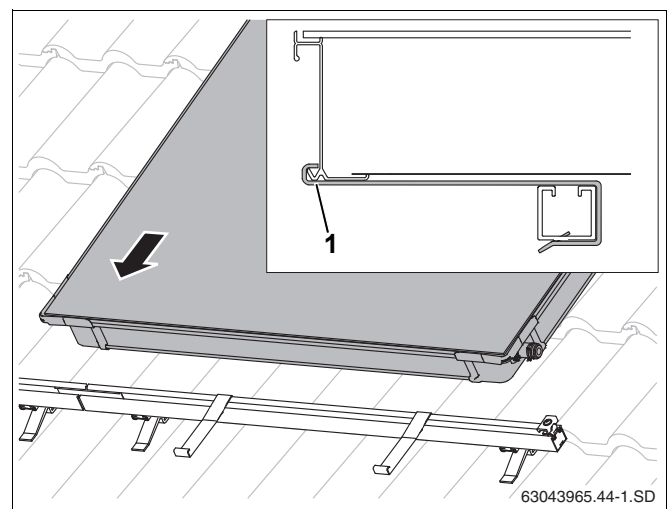

Рис. 43 Установка первого коллектора на профильные рейки
- Уложите первый коллектор на профильные рейки. Коллектор должен встать в крепления от сползания (рис. 43, **поз. 1**).
Нижний край коллектора должен войти в крепление от сползания (рис. 43, **поз. 1**).